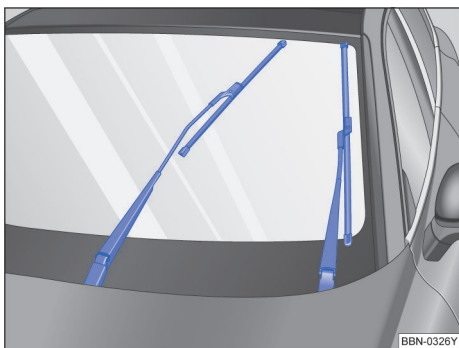

图 114 车窗玻璃刮水器在维护位置
在维护位置上可以将车窗玻璃刮水器摆臂从车窗玻璃上掀起→图 114。为了将车窗玻璃刮水器置于维护位置，要进行以下操作：
- 将风窗玻璃刮水器拨杆向下拨至点动刮水位置。使刮水器处于维护位置→图 114。